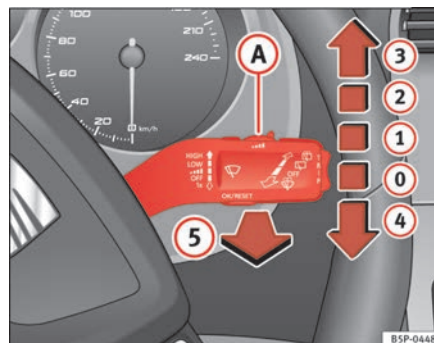

Fig. 81 Palanca del limpia-lavacristales
La palanca del limpiacristales ⇒ **página 128, fig. 81** tiene las siguientes posiciones:
- Si se detiene el vehículo estando el limpiaparabrisas funcionando en la posición (2) ⇒ página 128, fig. 81 o en la posición (3), automáticamente comenzará a funcionar en una posición inferior. Si el vehículo reinicia la marcha, el limpiaparabrisas seguirá funcionando en la posición seleccionada originalmente